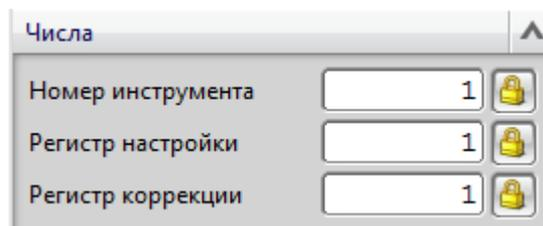

Рис. 2.21. Настройки регистров инструмента
- раскройте окно **Инструмент**, выберите **Числа** и задайте **Номер инструмента «1»**, что будет соответствовать позиции в инструментальном магазине (см. рис. 2.21). Эту операцию необходимо выполнять для всех инструментов в программе обработки;